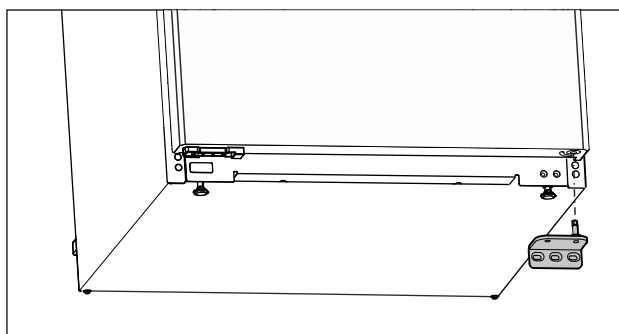

Fig. 8
- Fjern lagerbukken nedover. (se Fig. 8)